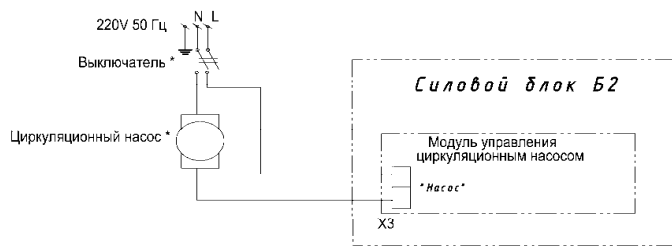

Рис. 6 Схема электрическая подключения циркуляционного насоса
10.3 Подключение модуля необходимо производить по схеме, представленной на рис.6